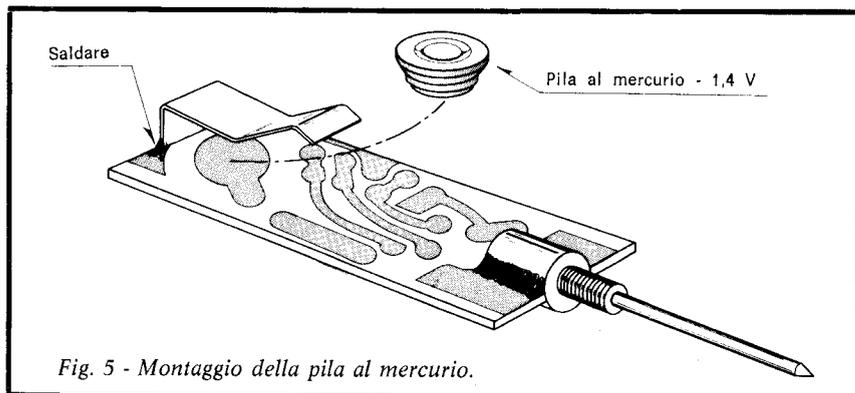

Fig. 5 - Montaggio della pila al mercurio.
- Montare la pila - fig. 5 - al riguardo bisogna precisare che la stessa non è fornita in unione al Kit e che allo scopo ben si presta il tipo G.B.C. II/0138-04.